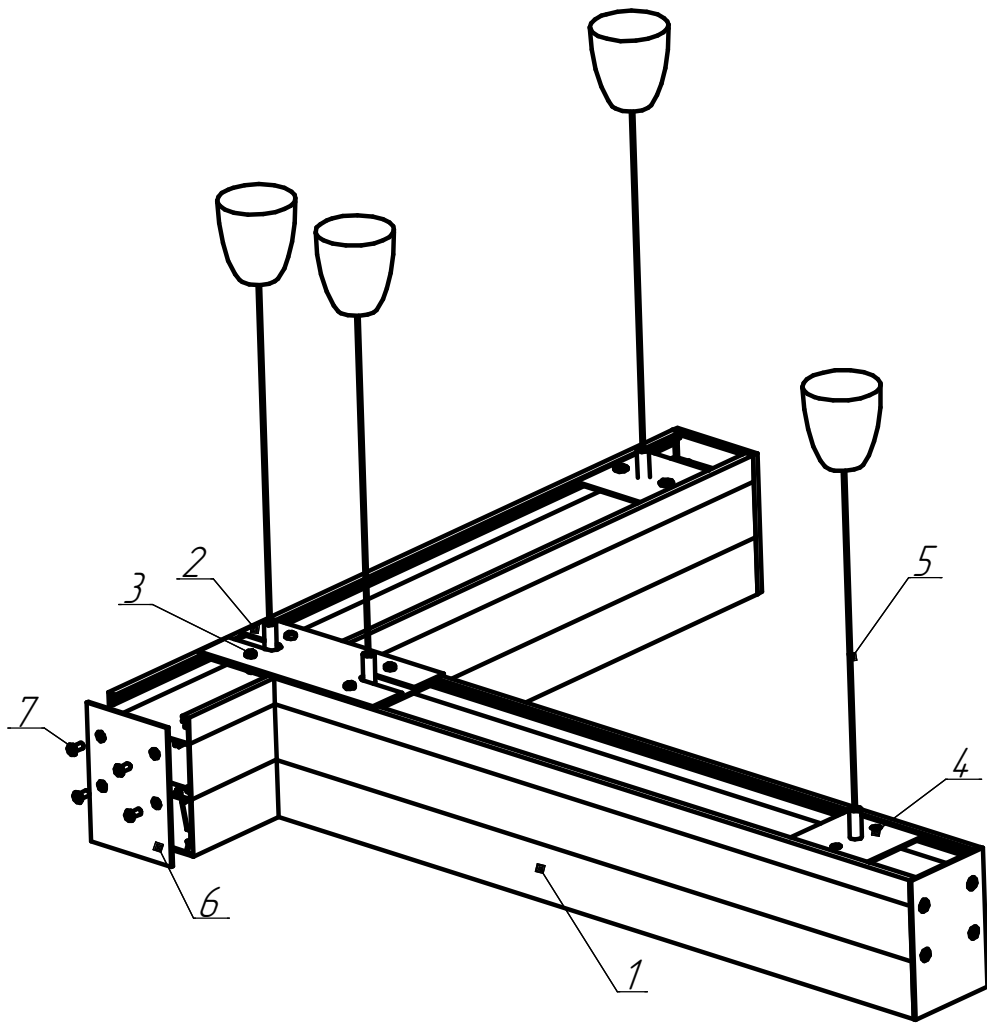

Рисунок 6 - Схема Т-образного соединения светильников
### **5.7. Т-образное соединение светильников (см. рисунок 6, 6а) :**
5.7.1. Для Т-образного соединения светильников необходимо снять торцевую крышку в месте соединения светильников. Затем при помощи пластины соединительной ДПО02 поз.2, винтов поз.3 и пластины подвеса (рисунок 6) соединить светильники. Для ДПО02 Up/Down при помощи пластины соединительной торцевой ДПО02 Up/Down (рисунок 6а).
Рисунок 6а - Схема Т-образного соединения светильников ДПО02 Up/Down